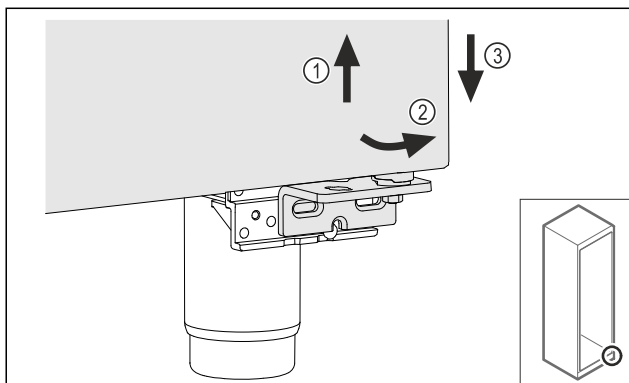

Fig. 11
- ▶ Lagano podignite vrata Fig. 11 (1), dolje ih nagnite prema naprijed Fig. 11 (2) i spustite Fig. 11 (3).